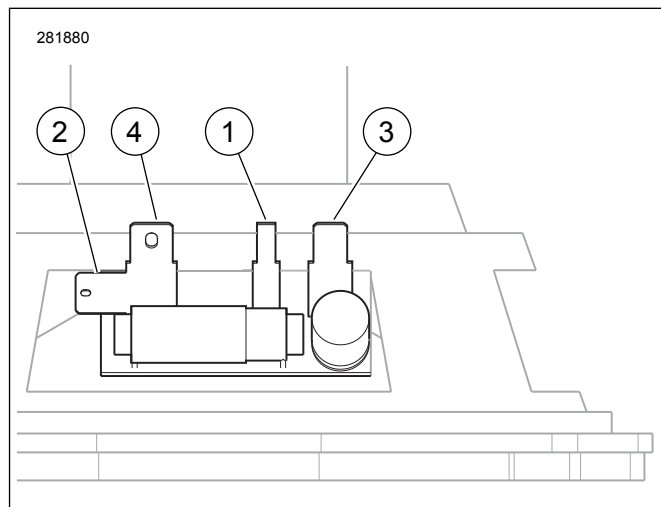
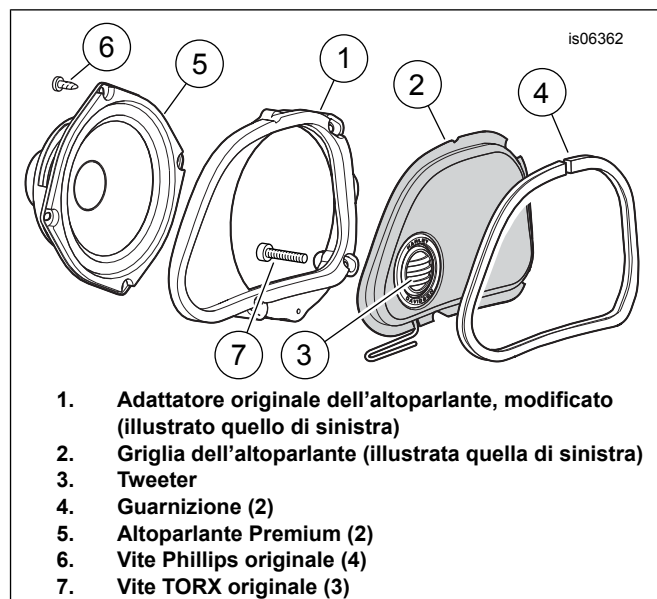

Figura 2. Terminali a forcella degli altoparlanti Bagger
Figura 3. Componenti del kit di altoparlanti anteriori dell'impianto Boom Audio! per i modelli Road Glide
3. Vedere Figura 2. Collegare i fili del tweeter montato sulla griglia ai terminali a forcella (1) e (2) sulla parte posteriore dell'altoparlante. I contatti a forcella hanno misure differenti per evitare un montaggio errato.
6. Vedere Figura 2. Installare i terminali femmina presi dal cablaggio del veicolo ai terminali a forcella (3) e (4) sulla parte posteriore dell'altoparlante. I contatti a forcella hanno misure differenti per evitare un montaggio errato.
2. Vedere Figura 3. Rimuovere il rivestimento dalla parte posteriore adesiva della guarnizione (4). Collocare con attenzione la guarnizione sulla parte **anteriore** della **nuova** flangia esterna della griglia dell'altoparlante (2) e premerla saldamente al suo posto agendo sul perimetro dell'intera flangia. Tagliare via il materiale in eccesso della guarnizione, evitando di lasciare fessure.
3. Posizionare un **nuovo** altoparlante (5) contro la superficie posteriore dell'adattatore (1) come mostrato, con i terminali a forcella rivolti **all'interno e verso il basso**. Allineare i fori di montaggio nell'altoparlante e nell'adattatore. Usare le viti Phillips (6) rimosse in precedenza per fissare l'altoparlante all'adattatore. Serrare le viti ad una coppia di 0,7–1,4 N·m (6–12 **in-lbs**).
4. Posizionare la griglia dell'altoparlante contro la superficie dell'adattatore come mostrato, con il tweeter (3) sul lato esterno del veicolo. Passare i fili del tweeter in basso e all'esterno tra griglia e adattatore.
5. Vedere Figura 2. Collegare i fili del tweeter montato sulla griglia ai terminali a forcella (1) e (2) sulla parte posteriore dell'altoparlante. I contatti a forcella hanno misure differenti per evitare un montaggio errato.
8. Installare i terminali femmina presi dal cablaggio del veicolo ai terminali a forcella (3) e (4) sulla parte posteriore dell'altoparlante. I contatti a forcella hanno misure differenti per evitare un montaggio errato.
2. Vedere Figura 2. Collegare i fili del tweeter montato sulla griglia ai terminali a forcella (1) e (2) sulla parte posteriore dell'altoparlante. I contatti a forcella hanno misure differenti per evitare un montaggio errato.
3. Installare i terminali femmina presi dal cablaggio del veicolo ai terminali a forcella (3) e (4) sulla parte posteriore dell'altoparlante. I contatti a forcella hanno misure differenti per evitare un montaggio errato.